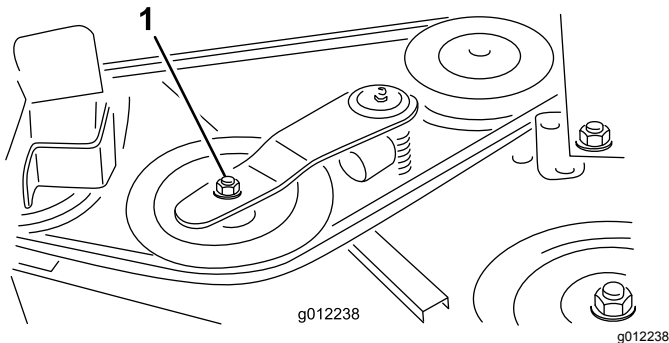

Figure 30
2. À l'aide d'une clé dynamométrique ou d'un outil similaire, éloignez la poulie de tension (Figure 30) de la courroie d'entraînement pour détendre cette dernière et pouvoir la déchausser de la poulie du boîtier d'engrenages (Figure 31).